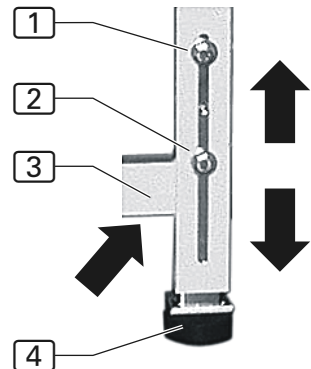

Abb. 1
1. **Abb. 1:** Maschine mit Hubvorrichtung anheben, die Hubvorrichtung dazu an den Hebepunkten (Pfeilmarkierungen) unterhalb der Quertträger ansetzen. Sind die optionalen Transportrollen montiert, vor dem Anheben die Bremsen öffnen.